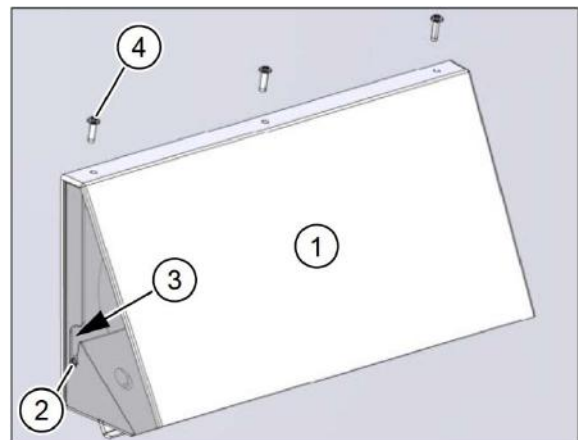

Рис. 8: крышка воздухозаборника на фасаде установлена
- ▶ Насадите крышку (поз. 1 на рис. 8) на опорную панель таким образом, чтобы выступы крышки (поз. 2 на рис. 8) скользили по направляющим опорной панели (поз. 3 на рис. 8).
- ▶ Закрепите крышку тремя винтами 3,5 x 16 (поз. 4 на рис. 8).